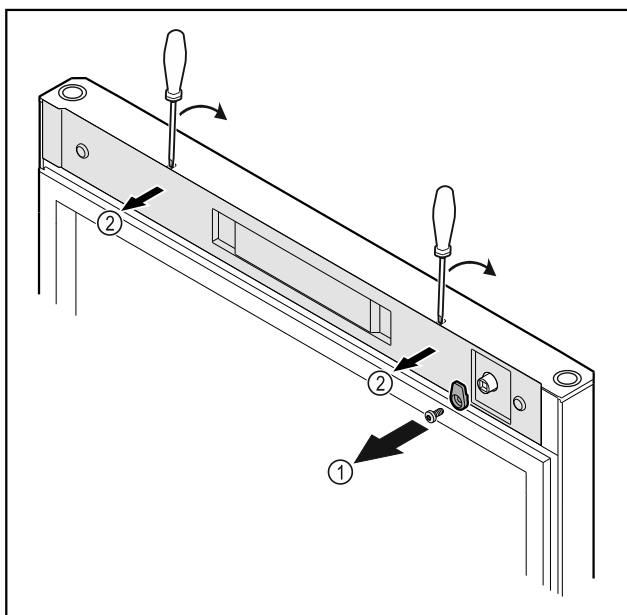

Fig. 8
- ▶ Svitare i ganci di chiusura Fig. 8 (1).
- ▶ Disinnestare la copertura Fig. 8 (2) con l'ausilio di un piccolo cacciavite e rimuoverla.